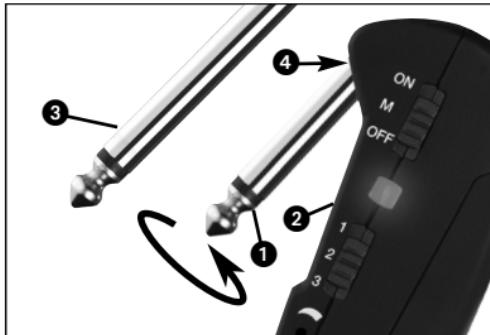

Fig. 4 : Montage de l'adaptateur
4.3 Instruments avec prise sortie noyée (voir Fig. 4 de la page 24)